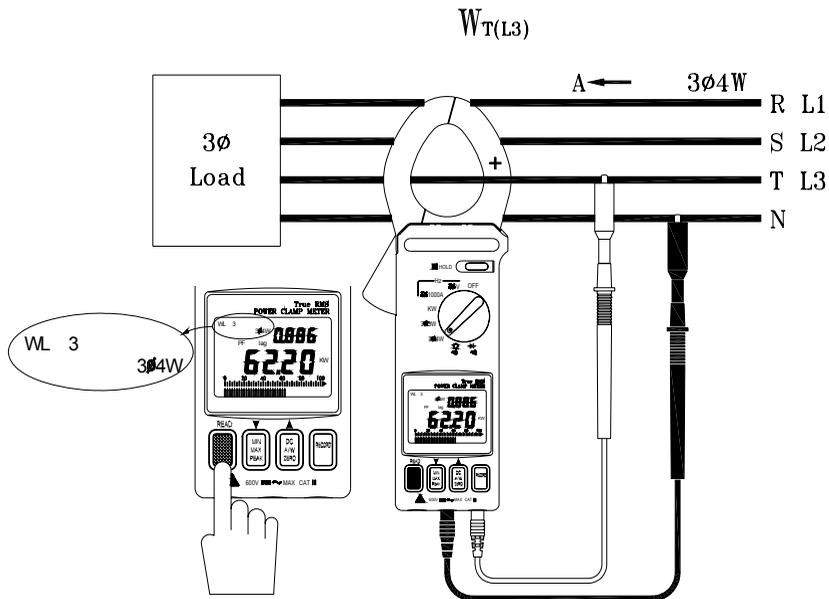

Figura 9
6. Lo strumento elaborerà queste tre serie di dati (consultare figura 9) e visualizzerà la misurazione di potenza $3\phi 4 W$ (**WL123** sarà visualizzato). La misurazione $3\phi 4 W$ sarà poi salvata in memoria. Le seguenti equazioni sono fornite per vostra informazione.